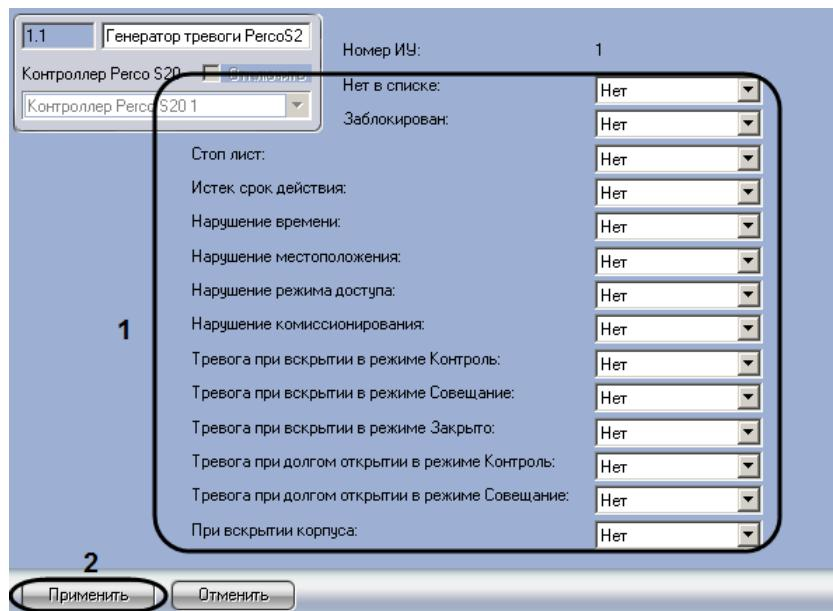

Рис. 3.3—3 Настройка генератора тревоги
2. Задать параметры генератора тревоги (см. Рис. 3.3—3, 1, Таб. 3.3—1).